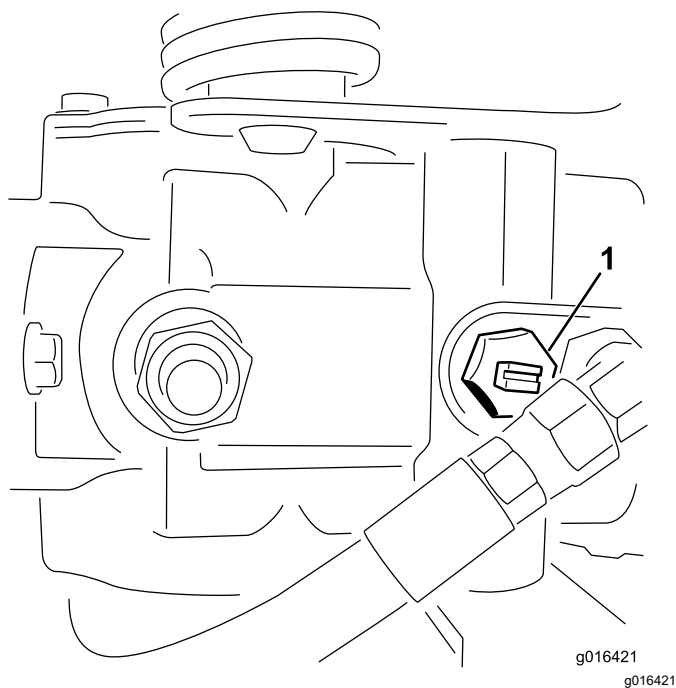

図 24
2. エンジンを掛ける時にはバルブを右に2回転させて元通りに閉める図 24。